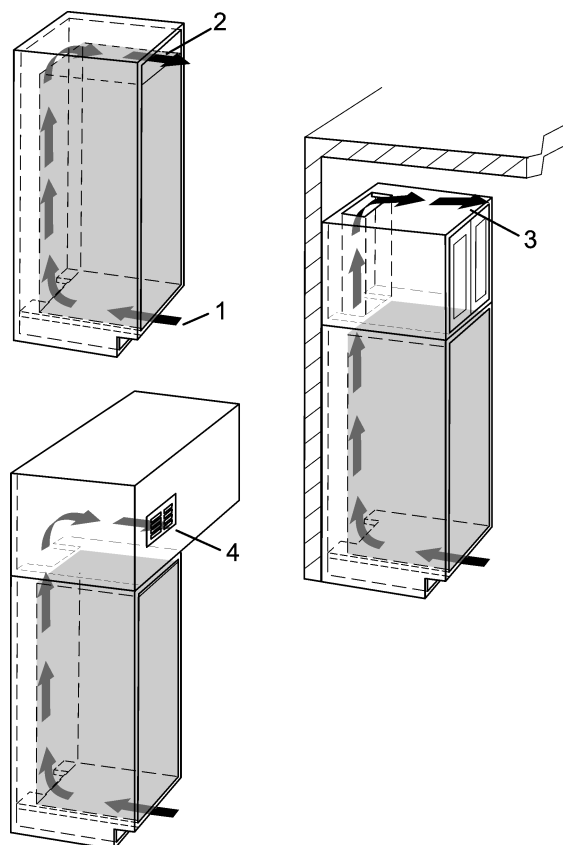

Fig. 1
- Prévoir une section d'aération efficace d'au moins 31 pouces² (200 cm²) sur l'entrée Fig. 1 (1) et la sortie d'air Fig. 1 (2).
- La section supérieure d'aération peut soit parvenir directement au dessus de l'appareil Fig. 1 (2), au dessus d'un élément de l'armoire Fig. 1 (3) soit sous forme d'une ouverture de ventilation d'évacuation d'air intégrée à un faux plafond Fig. 1 (4).